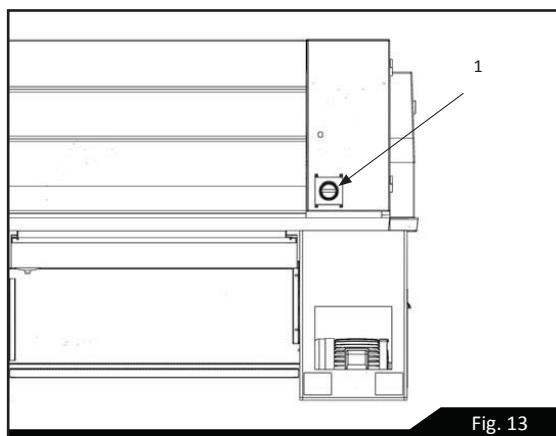

Fig. 13
- (1) INTERRUPEUR D'ALIMENTATION : lorsque l'interrupteur d'alimentation principal (1) est allumé sur le couvercle électrique, le témoin pilote (2) est activé, tout comme l'électricité. (Voir la Figure 13).
- (2) INDICATEUR D'ALIMENTATION : le témoin de l'indicateur s'allume lorsque l'alimentation est activée.
- (3) COMMUTATEUR D'ARRET D'URGENCE : appuyez sur le bouton-poussoir ROUGE pour désactiver l'alimentation électrique, pour couper le moteur principal et la pompe du liquide de refroidissement.
- (4) BOUTON JOG : Appuyez sur le bouton VERT pour déplacer légèrement la broche, cela permet de sélectionner la vitesse de la broche très facilement. (avec le levier de rotation de la broche en position neutre).
- (5) SELECTEURS DE VITESSE VARIABLE : pour le réglage de la vitesse de la broche.
- (6) Tableau de vitesse de la broche.
- (7) Interrupteur ON/OFF de la pompe de refroidissement.
- (8) Interrupteur du couvercle d'extrémité : lors du fonctionnement d'ouverture de la porte de couvercle d'extrémité pour le réglage ou la maintenance, tous les déplacements de rotation sont arrêtés immédiatement.